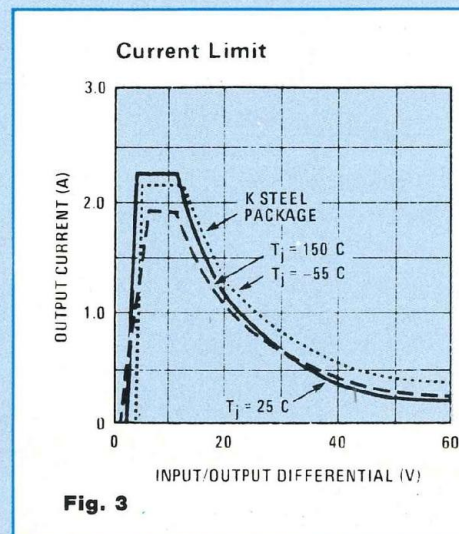

Fig. 3
La puissance interne de dissipation est limitée à 20 W pour le boîtier TO3. La courbe de la figure 3 nous donne des informations utiles quant au courant maximum que peut fournir le LM 317 en fonction de la différence de tension qu'il maintient entre les broches IN et OUT. Pour notre montage, c'est évidemment $+U/2$, moins 1,2 V de V_{BE} du Darlington. Comme la tension maximum que peut "encaisser" le NE 5534 est de +44 V et de +40 V pour le LM 317, nous alimentons notre Classe A en +44 volts (+U).
A la mise sous tension de l'Amplificateur, la presque totalité du potentiel +U se retrouve une fraction de seconde, entre émetteur de T1 (IN du LM 317) et masse, le temps que l'Ampli Op/NE 5534 établit la tension médiane $+U/2$ sur sa broche (6). C'est l'instant le plus critique pour l'étage de puissance, son moment le plus vulnérable, ensuite, nous retombons à +22 volts. En nous reportant à la figure 3, nous constatons qu'à cette tension, correspond un courant de l'ordre de 1,1 ampère.